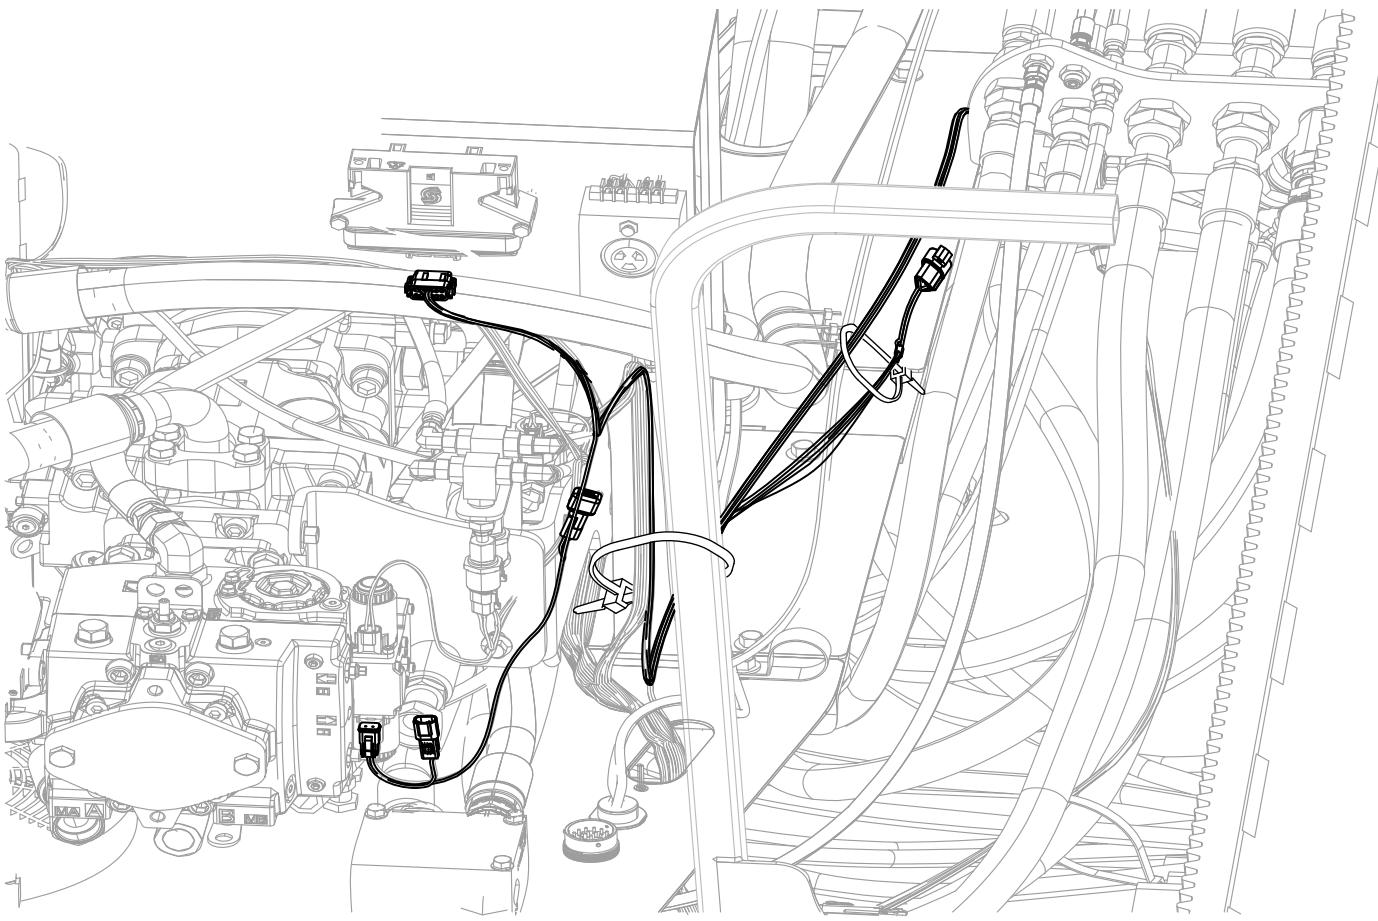
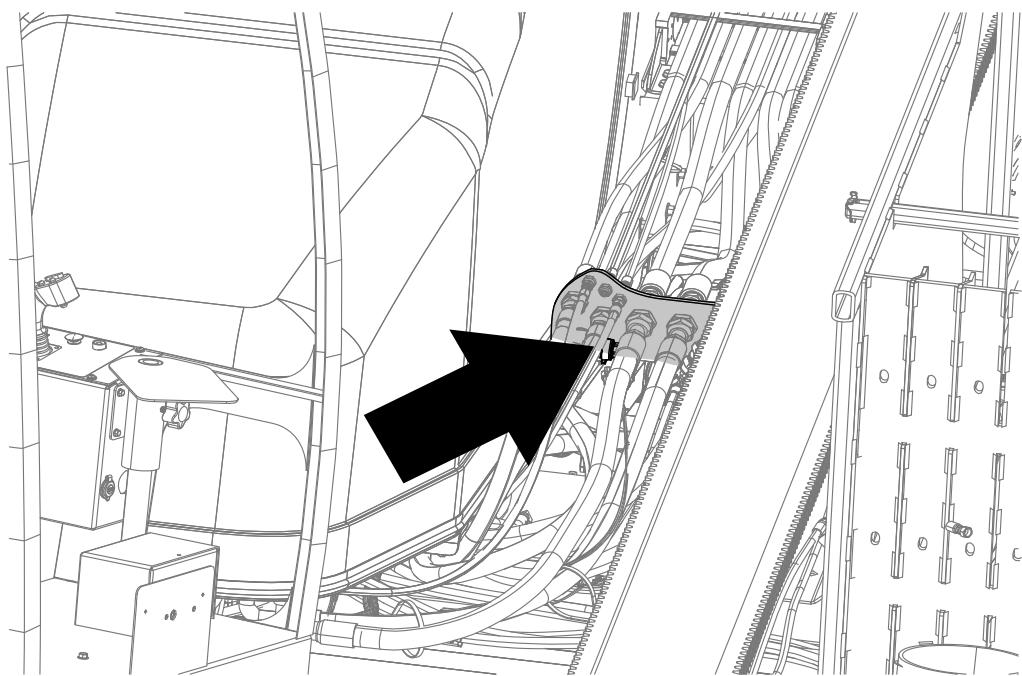

Figure 6
Figure 7
Acheminez le faisceau de câblage le long du cadre avec les faisceaux de câblage actuels (Figure 6 et Figure 7).
1. Localisez le transducteur sous la paroi, juste au-dessus du transmetteur du réservoir de carburant (Figure 7).